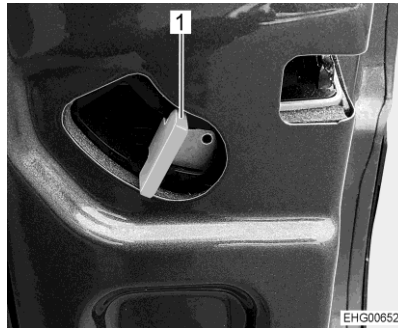

Bild 14 Handtag för att öppna bakdörrarna
- Skjut handtaget (Bild 14,1) uppåt och öppna de bakre dörrarna så långt det går.